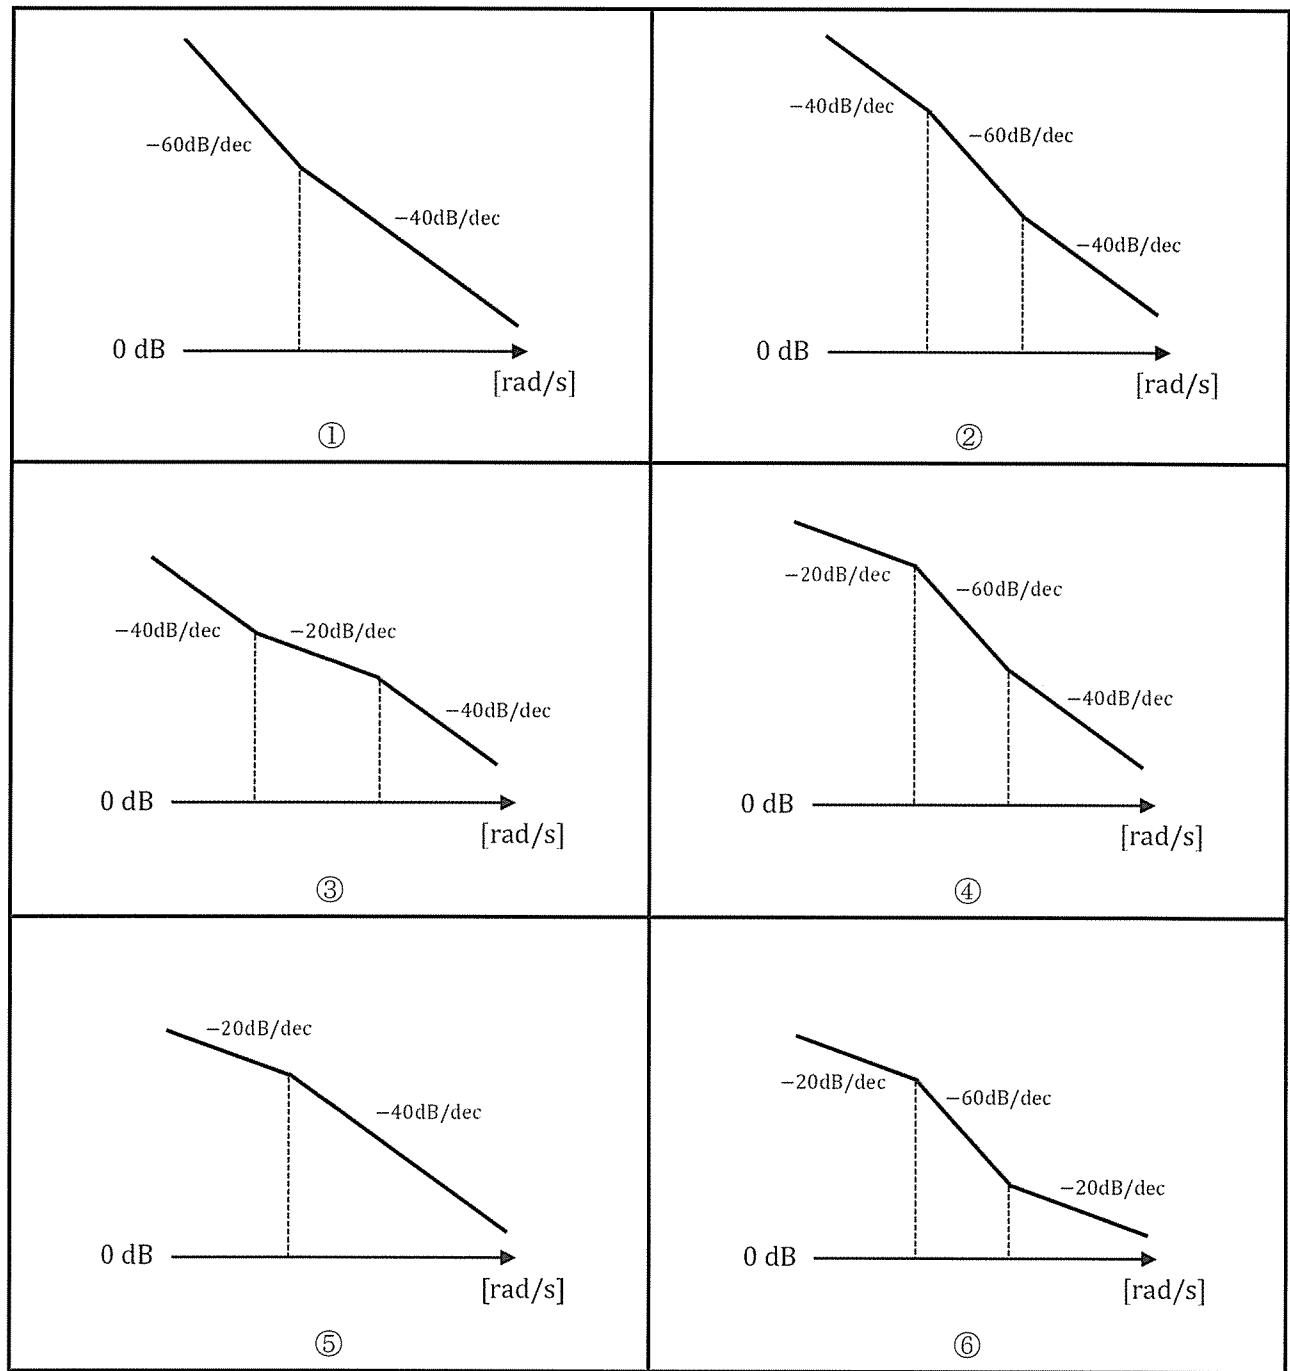

図2
III 伝達関数  $G(s)$  は、極を3つ、零点を1つ持つとする。ただし、極および零点はすべて非正の実数であり、極零相殺は存在しないものとする。このとき、伝達関数  $G(s)$  のゲイン線図（折れ線近似）として不適当なものを図2の①～⑥から2つ選択せよ。なお、横軸は対数目盛であり、図示されていない折れ点周波数は存在しないものとする。
I 水平面と  $\theta$  の角度をなす斜面の上に、円板（質量  $M$ , 半径  $R$ ）があり、円板の重心に、斜面に平行な力  $P$  が作用し、円板が支えられ、図 1 のような配置で平衡状態にある。力  $P$  を取り除くと、図 2 のように、斜面に沿って、滑ることなく転がり落ち、斜面をちょうど 3 回転した。このとき、次の(1)～(6)の問い合わせについて答えよ。ただし、重力加速度を  $g$ 、円板が斜面から受ける静止摩擦力を  $f$ 、半径  $R$  で質量  $M$  の円板の重心を通り、円板に垂直な軸に関する慣性モーメントは、 $I_G = MR^2/2$  で与えられる。斜面の長さは、円板が 3 回転するのに対して十分長く、斜面の状態は均一である。